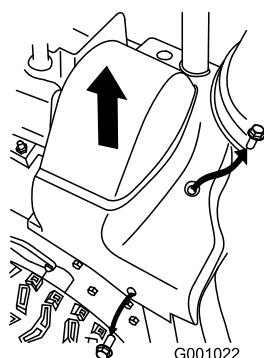

Bild 39
2. Heben Sie die rechte Seite der Riemenabdeckung an (Bild 39).